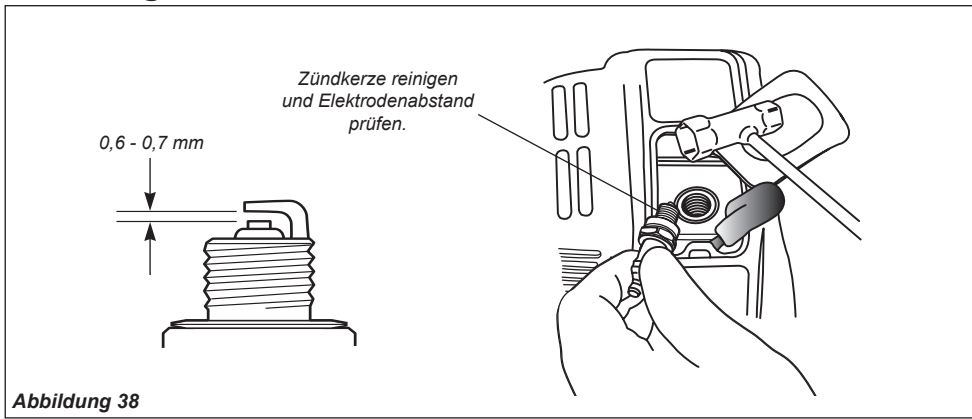

Abbildung 38
- Entfernen und reinigen Sie die Zündkerze. Stellen Sie den Elektrodenabstand der Zündkerze auf 0,6 - 0,7 mm ein. Falls Sie die Zündkerze ersetzen müssen, verwenden Sie nur eine Zündkerze vom Typ NGK CMR5H oder eine vergleichbare Widerstandszündkerze mit korrektem Temperaturbereich. Siehe Abbildung 38.